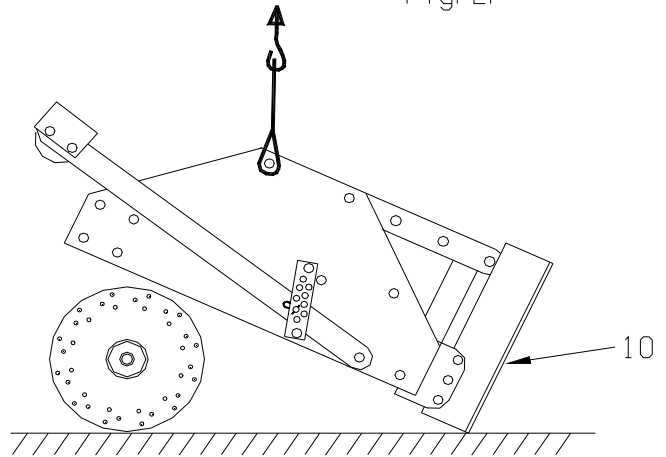

Fig. 3.
6. Hef de machine nogmaals langzaam op, zie Fig. 3, tot de rotor kan worden weggerold.